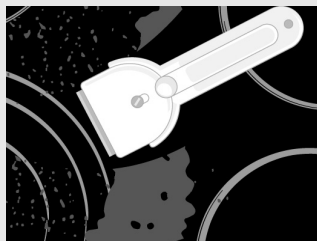
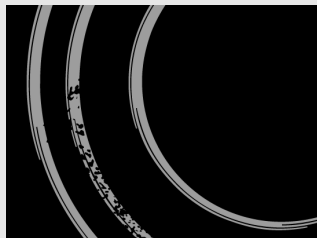

рис. 4
рис. 5
**Трудноудаляемые загрязнения и пригоревшую пищу** можно удалить с помощью специального скребка. Следите, чтобы пластмассовая ручка скребка не касалась горячей варочной поверхности (рис. 4). Во время работы со скребком также будьте внимательны, чтобы не пораниться о лезвие!
**Сахар и сладкие блюда** могут сильно повредить стеклокерамическую поверхность (рис. 5), поэтому во избежание повреждения поверхности немедленно удаляйте их с помощью скребка, даже если варочная поверхность еще не остыла (рис. 4).